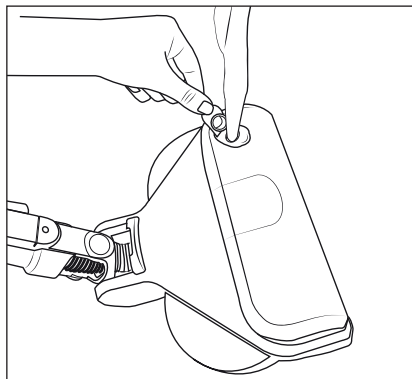

Fig. 16
- 1) Prindeți cu degetele clema de închidere 33 a rezervorului de apă curată 32 și trageți-o în sus din orificiul de umplere al rezervorului de apă curată 32 (a se vedea fig. 16).
- 2) Umpleți rezervorul de apă curată 32 cu apă de la robinet sau cu apă distilată (a se vedea fig. 16).